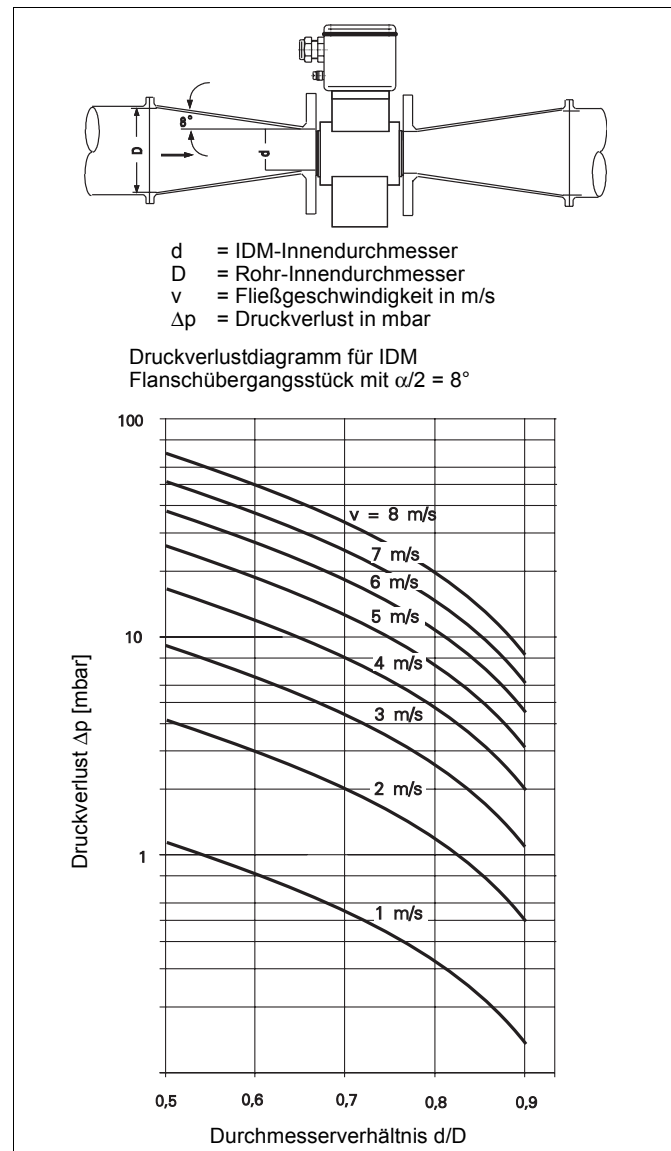

Abb. 14 Nomogramm zur Druckverlustberechnung
Der Durchflussaufnehmer kann ohne weiteres in Rohrleitungen größerer Nennweiten über Reduzierstücke (z.B. Flanschübergangsstücke nach DIN 28545) eingebaut werden. Die durch die Reduzierung entstehenden Druckverluste können dem Diagramm Abb. 14 entnommen werden. Bei der Ermittlung des Druckverlustes ist wie folgt vorzugehen:
3. In der Abb. 14 kann – über die X-Achse "Verhältnis d/D " und der Fließgeschwindigkeit – auf der Y-Achse der Druckverlust abgelesen werden.